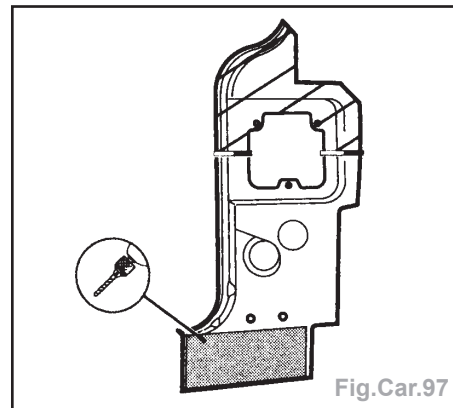

Fig. Car.97
- Percer des trous de 0,7 mm pour le soudage par bouchonnage sous gaz de protection (Fig. Car.97).